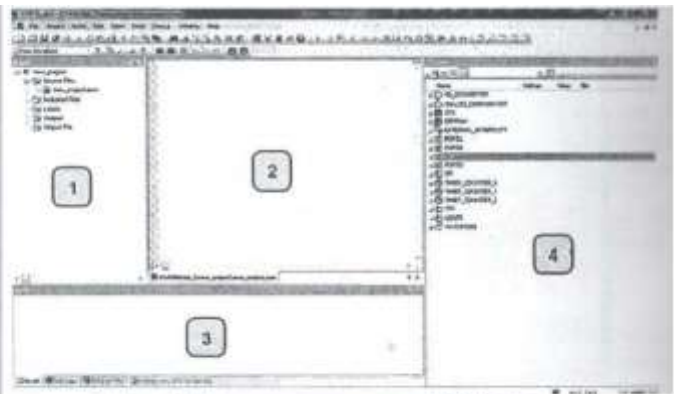
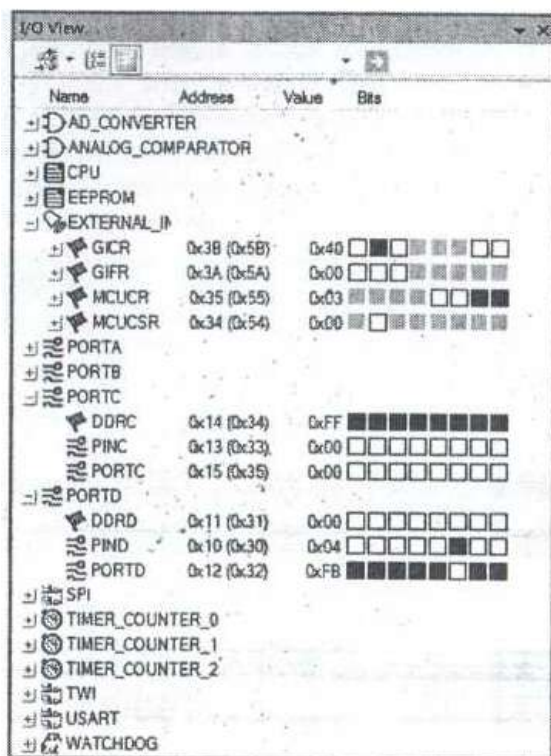

Рис. 4. Рабочее окно программы AVR Studio
Рис. 5. Контроль состояния регистров микроконтроллера при симуляции
4. При нажатии на кнопку «Finish» в программе открывается рабочее окно программирования (рис.4)
- окно проекта «Project». Здесь отображается структура проекта, которая содержит его имя и список подключенных файлов и библиотек (рис.4 окно 1);
Контроль состояния регистров и отдельных устройств микроконтроллера осуществляется в окне «4» (рис. 4). Каждое устройство можно развернуть и увидеть содержимое его регистров управления и контроля (рис. 5).